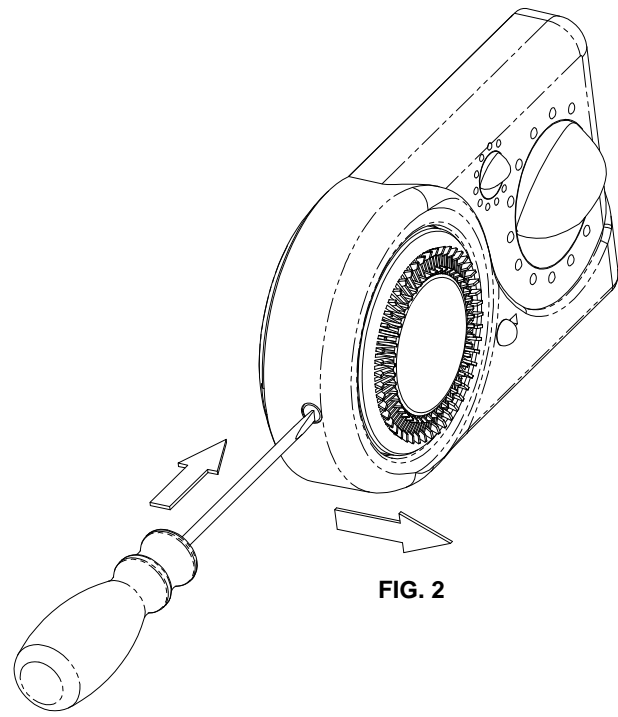

FIG. 2
- Inserir el destornillador y hacer una ligera presión en el orificio ubicado al lado del termostato, como se indica en Fig. 2, luego quitar la tapa, separándola de la base.